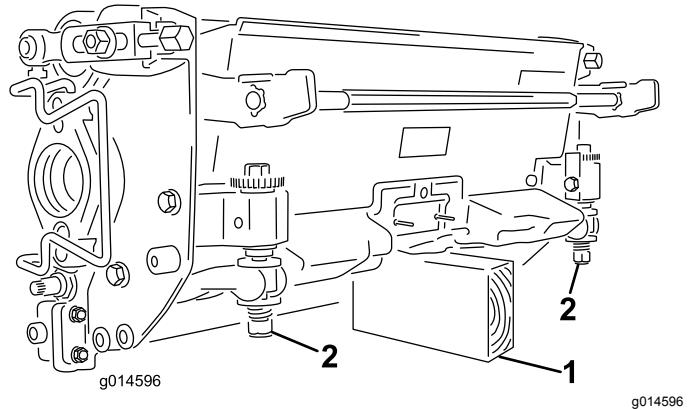

Figure 47
**Important:** Chaque fois que vous devez basculer l'unité de coupe, soutenez-la à l'arrière pour empêcher les écrous situés sur les vis de réglage de la barre d'appui de reposer sur la surface de travail (Figure 47).